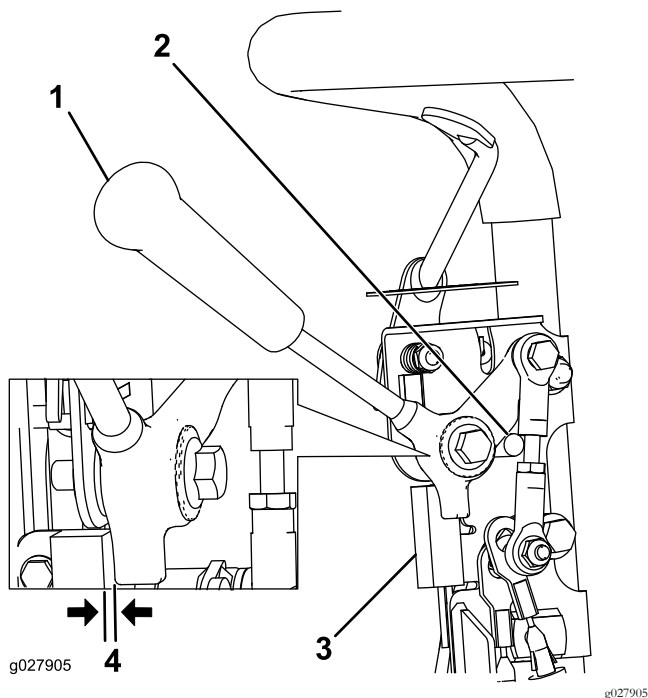

Figure 30
1. Coupez le moteur, désengagez le levier de commande de déplacement et appuyez-le contre la butée de point mort (Figure 30).
2. Desserrez les fixations du contacteur de sécurité (Figure 30).
3. Placez une cale de 0,8 mm d'épaisseur entre le levier de commande de déplacement et le contacteur de sécurité (Figure 30).